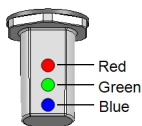

Abbildung 6: LEDs
- **LED-Anzeigen des Wechselrichters** (Siehe *Abbildung 6*): zeigen den Status des Wechselrichters an, wie in der nachstehenden Tabelle beschrieben: